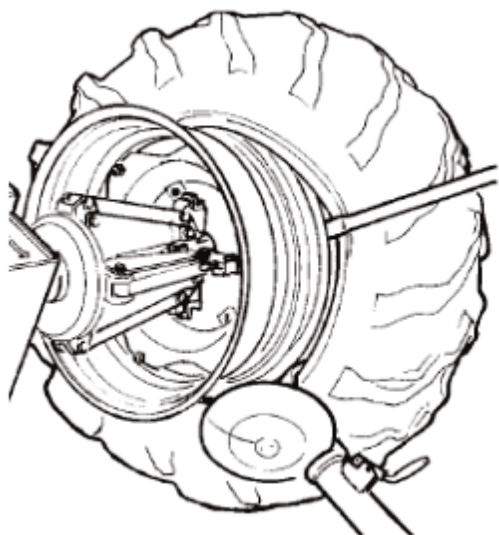

Рис. 24
13) Вставьте рычаг между ободом и бортиком справа от съемного рычага (см. рис. 24).